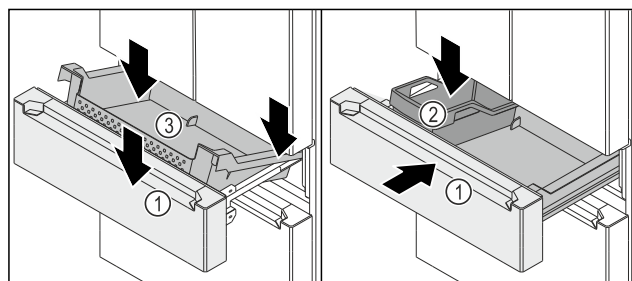

Fig. 151
- Auszugswagen Fig. 151 (1) ist herausgezogen.
- ▶ Behälter Fig. 151 (3) hinten auf den Schienen rechts und links aufsetzen.
- ▶ Behälter Fig. 151 (3) vorne absenken, sodass Behälter Fig. 151 (3) die Schienen rechts und links umschließt.
- ▶ FlexBox Fig. 151 (2) einsetzen.
- ▶ Auszugswagen Fig. 151 (1) einschieben.